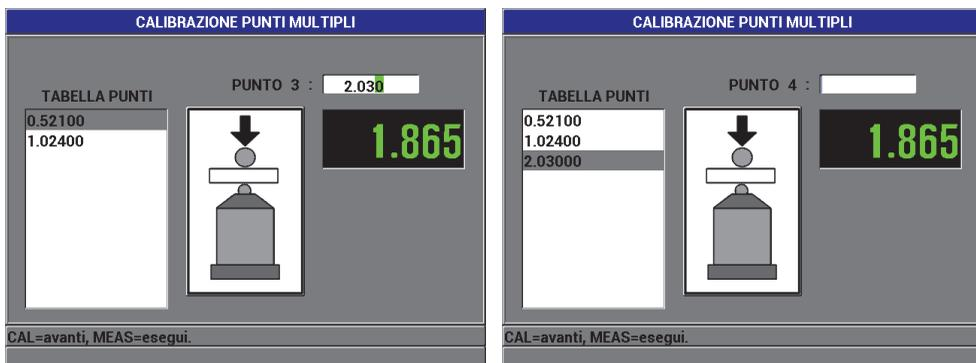

Figura 4-11 La schermata CALIBRAZIONE PUNTI MULTIPLI
8. Fino a otto punti di calibrazione supplementari verranno elencati nella parte sinistra della schermata (vedere Figura 4-11 a pagina 96) nel modo seguente: